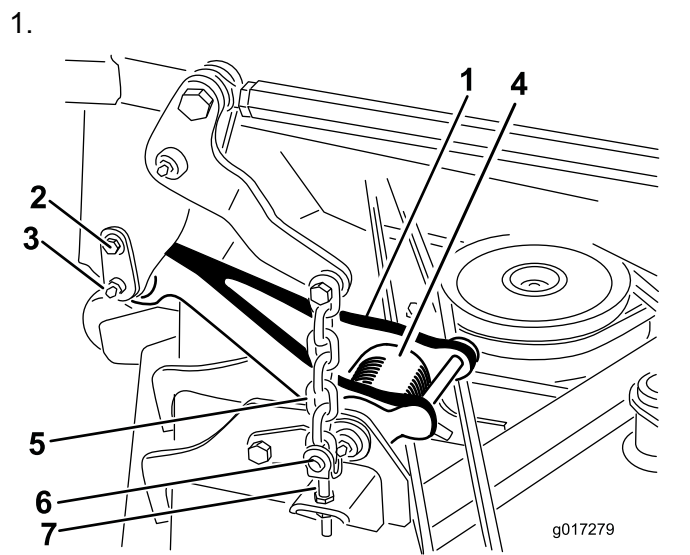

Figura 1
Nota: Cuando la carcasa está en la posición elevada, la tensión del muelle de torsión de la biela de tiro (Figura 1) es menor, de modo que es mucho más fácil desconectar las bielas de tiro de la máquina.
2. Desconecte la biela de tiro de cada lado de la máquina (Figura 1).
- A. Retire el tornillo de cuello largo que sujeta el pasador de retención al bastidor de tiro (Figura 1).
- B. Retire con cuidado el pasador de retención del bastidor de tiro y de la biela de tiro (Figura 1).
5. Retire los pernos y las tuercas que sujetan las 4 cadenas de elevación a los brazos de elevación de la carcasa (Figura 1).